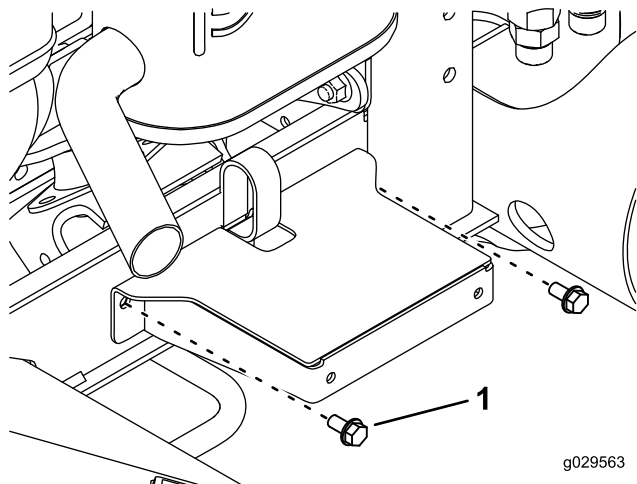

Figura 6
9. Utilizando os novos orifícios perfurados, prenda o guarda-lamas no canal da estrutura com dois parafusos autorroscantes de 5/16 x 5/8 polegada, tal como se ilustra na Figura 6.